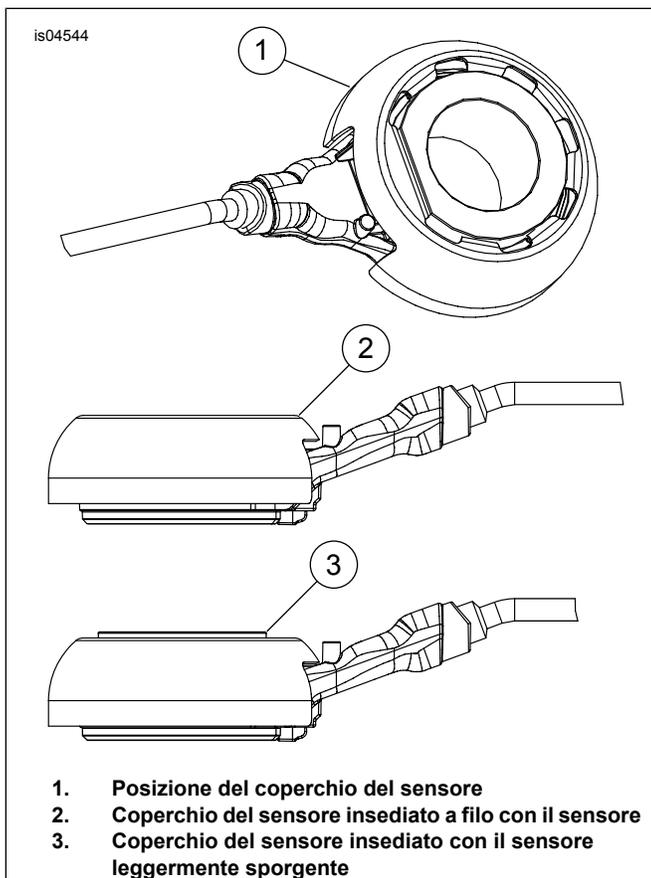

Figura 2. Coperchio del sensore dell'ABS
1. Vedere Figura 2. Collocare il coperchio del sensore dell'ABS (1) sul sensore con la scanalatura allineata con il collegamento del filo. Collocare un blocchetto di legno sul coperchio e con un mazzuolo morbido, battere il coperchio sul sensore finché non si trova a filo (2) con il sensore stesso o finché questo non sporge leggermente (3).
3. Applicare all'asse (I) un velo di lubrificante antigrippaggio Permatex®.
4. Sostenendo la ruota, inserire l'estremità filettata dell'asse attraverso lo stelo destro della forcella. Spingere l'asse nella forcella, nel distanziale esterno arrotondato (2) e nel mozzo della ruota, fino a che non inizi a fuoriuscire dal lato sinistro.